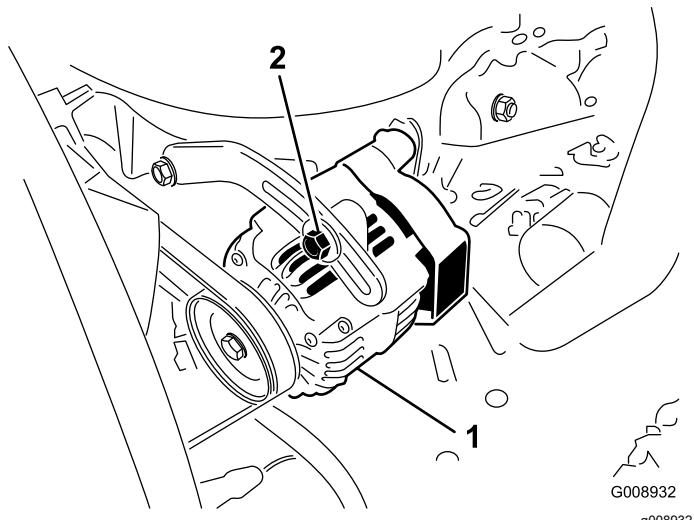

Figure 61
2. Si vous n'obtenez pas une flèche de 10 mm, desserrez les boulons de fixation de l'alternateur (Figure 61).